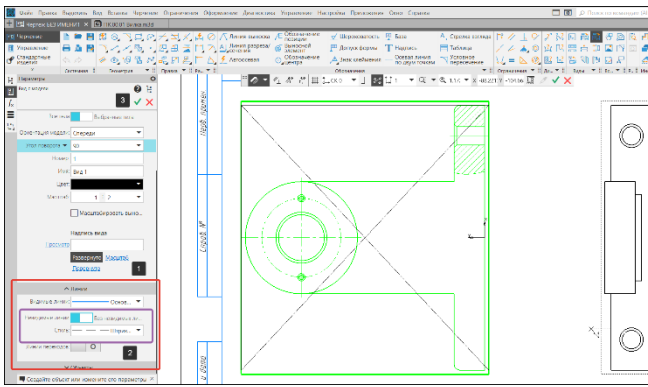

Рисунок 223 – Настройка невидимых линий
- В разделе Линии (1) переместим переключатель в положение «Невидимые линии» (2), при необходимости изменим стиль невидимой линии (Рисунок 223);
- Для завершения изменений с сохранением нажмем на кнопку Создать объект (3) (Рисунок 223);